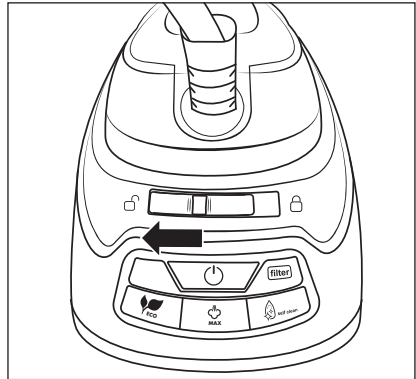

Abb. 4
- 2) Entriegeln Sie das Dampfbügeleisen **1**, indem Sie den Verriegelungsschalter **15** nach links in Richtung (entriegelt) schieben (siehe Abb. 4).